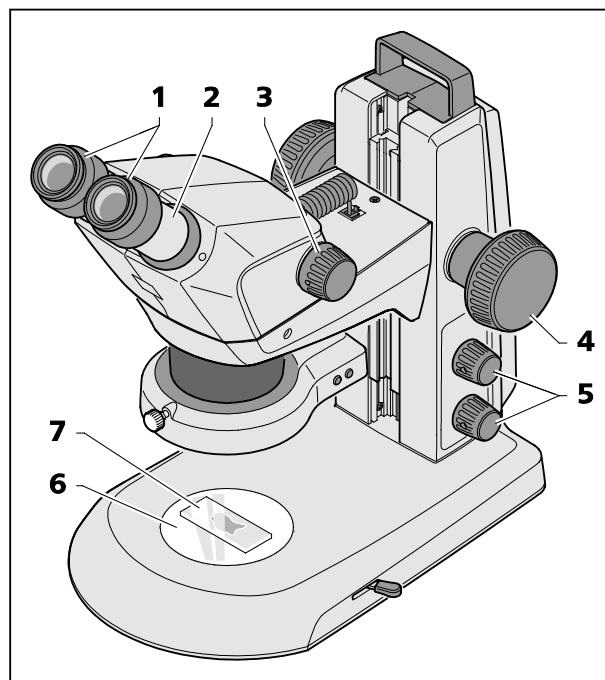

図 18 双眼実体顕微鏡の調整
1. 対象 (図 18/7) をガラス/プラスチックプレート (図 18/6) の中央にセットし、照明を当てます (図 18/5)。
2. 可動式接眼レンズ (図 18/1) のジオプター調整を「0」にセットします。
3. 両目で接眼レンズを覗き込んだ時、切れ目のない光の煙 (対象フィールド) が **1** つだけ見える位置まで、接眼レンズホルダー (図 18/2) を横にスライドして左右の眼と眼の間隔を調整します。
4. 最小は、ズーム (図 18/3) を最小の拡大レベルに調整します。
5. 対象の画像中心にある小さなはっきり見える詳細に焦点を合わせます (図 18/4)。
6. 最大ズーム値を調整します (図 18/3)。拡大すると、はっきり見える詳細は再びぼやけて表示され、画像の中心ではなくなります。
7. 焦点を合わせて対象をはっきりさせ、対象を移動させて新たに詳細を探し、再び正確に焦点を合わせます (図 18/4)。
8. その後、再び最小のズーム値にセットし、画像ぶれがある場合は、それぞれの眼に対して個別に可動式接眼レンズの (焦点調節ノブ 図 18/4 ではありません) ジョプター調整で修正します (球面収差補正)。